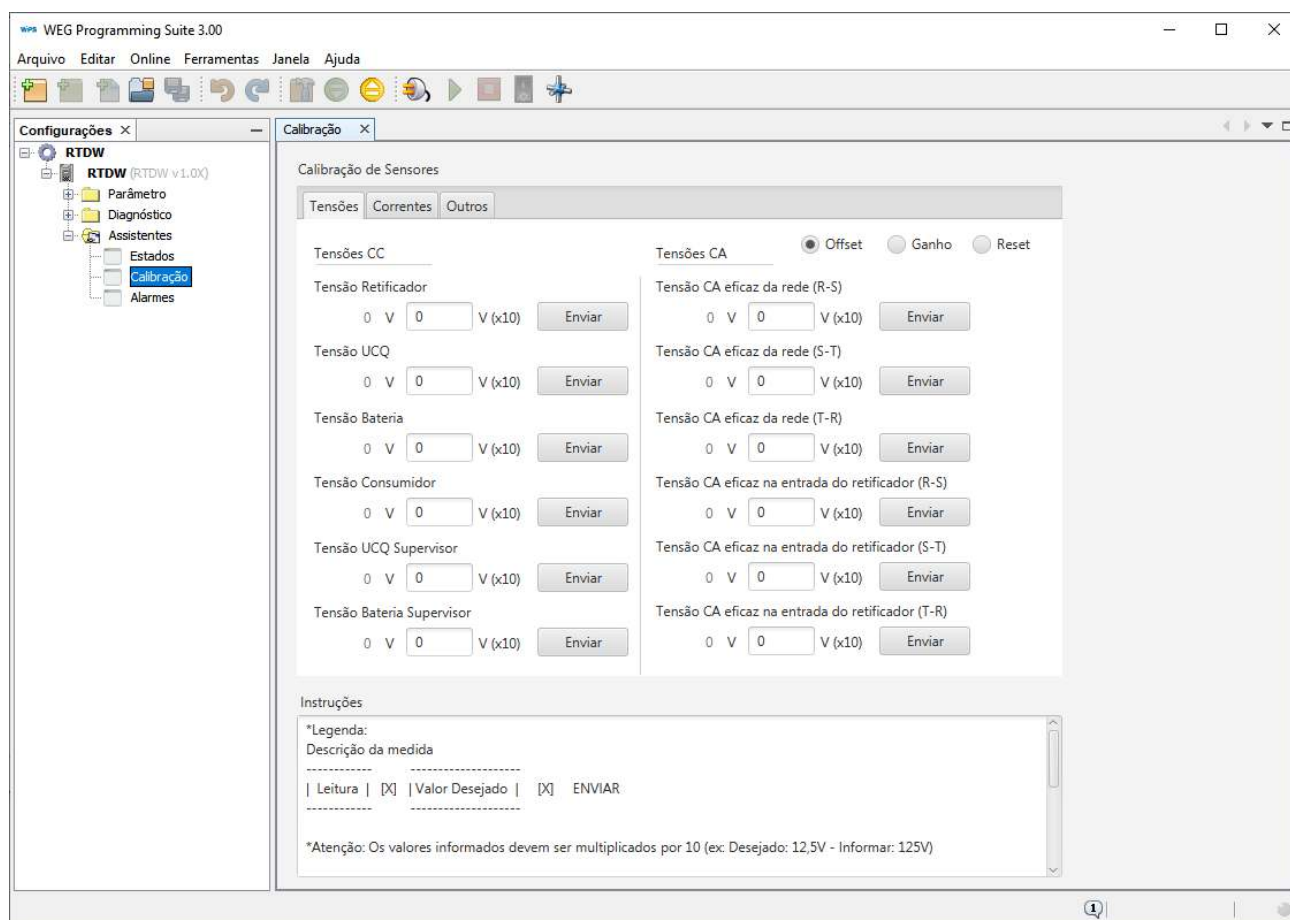

Figura 6.41: Assistente calibração
- Com um clique duplo, abra o assistente *Calibração*, Figura 6.41 na página 6-47. Através dele é possível realizar as calibrações de *offset* e ganho de tensões e correntes disponíveis no RTDW, além de retornar para os valores originais (*Reset*).